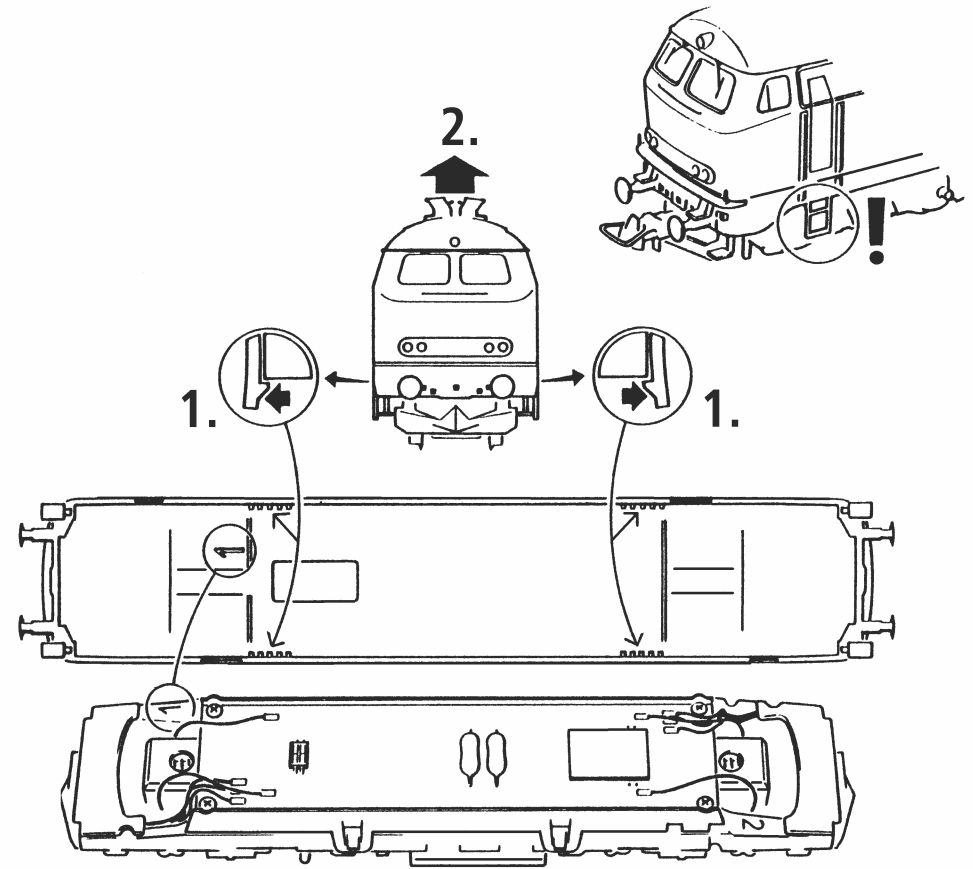

Fig. 4
roues: Les lames de contacts risquent de s'encrasser rapidement sur des voies poussiéreuses. Veuillez **enlever la poussière** aux endroits marqués à la fig. 4 à l'aide d'un petit pinceau souple.
1. Cleaning of wheel contacts: Wheel contacts easily get dirty on tracks which are not entirely clean. Use a small brush to **remove dirt** from spots marked in fig. 4.